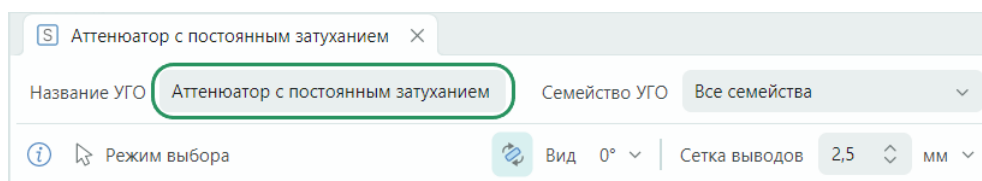

Рис. 55 Переименование УГО
2. В поле «Название УГО» введите новое наименование УГО, см. Рис. 55.